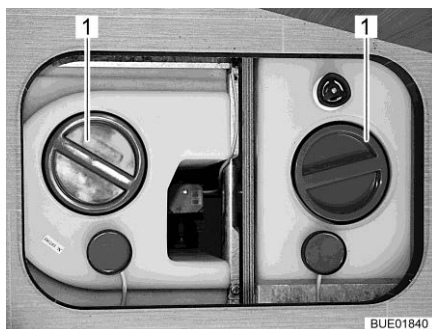

Bild 212 Vattentank med ratt
- Tag av vattentankens lock (Bild 212,1).